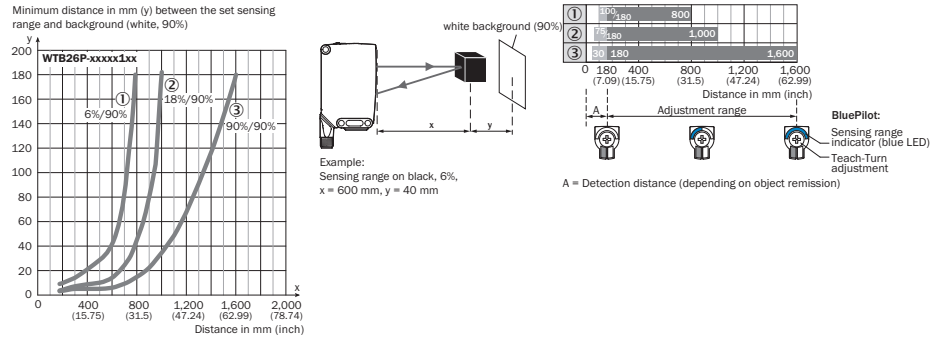

Рисунок 91: Характеристика 1, WTB26P-xxxx1xx, красный свет
диффузного отражения: 6 % = чёрный ①, 18 % = серый ②, 90 % = белый ③ (относительно стандартного белого по DIN 5033). Мы рекомендуем выполнять настройку с объектом, имеющим низкий коэффициент диффузного отражения. Минимальную дистанцию (= y) для подавления заднего фона можно определить по диаграмме [рисунок 91 ①] следующим образом: